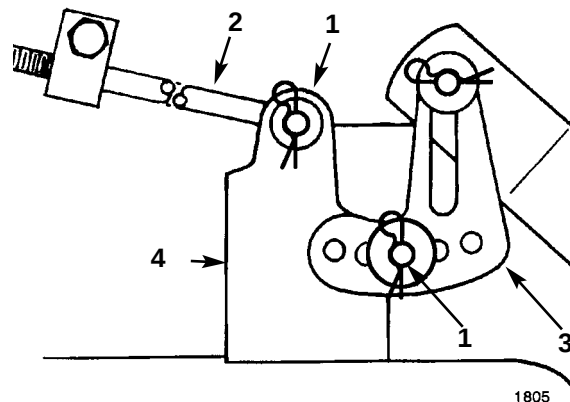

Fig. 50
lame) riposizionate la staffa di livello in un foro diverso e montate la rondella e la coppiglia a forcina (Fig. 50). Il foro anteriore abbassa l'altezza della lama e quello posteriore la alza. Ripetete questa operazione dal lato opposto.
5. Togliete la coppiglia a forcina e la rondella dalla staffa di livello (Fig. 50). Per livellare la lama (o